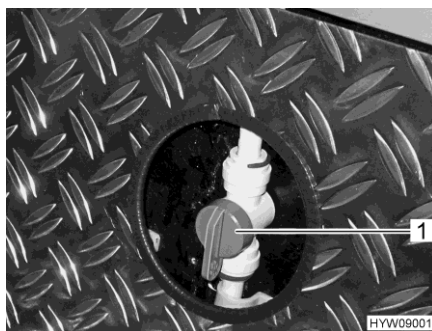

Bild 188 Vorlaufventile (Beheizung Heckgarage)
- Griff (Bild 188,1) am Vorlaufventil für die Heckgaragenheizung parallel zur Heizleitung stellen. Die Heckgaragenheizung arbeitet jetzt mit maximaler Leistung.
- Griff (Bild 188,1) am Vorlaufventil für die Heckgaragenheizung in beliebige Stellung stellen. Die Warmwasserverteilung zur Heckgarage kann auf diese Weise stufenlos eingestellt werden.
- Griff (Bild 188,1) am Vorlaufventil für die Heckgaragenheizung quer zur Heizleitung stellen. Die Heckgaragenheizung ist jetzt ausgeschaltet.